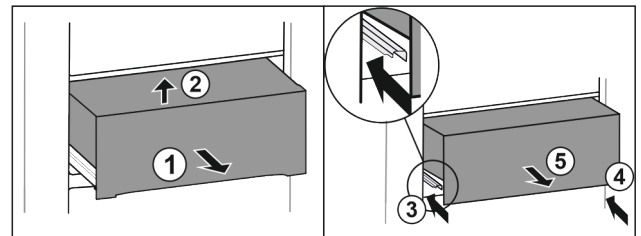

Fig. 32
- Schubfach halb herausziehen Fig. 32 (1).
- Vorne anheben Fig. 32 (2).
- Linke Schiene einschieben Fig. 32 (3).
- Rechte Schiene einschieben Fig. 32 (4).
- Schubfach nach vorne entnehmen Fig. 32 (5).